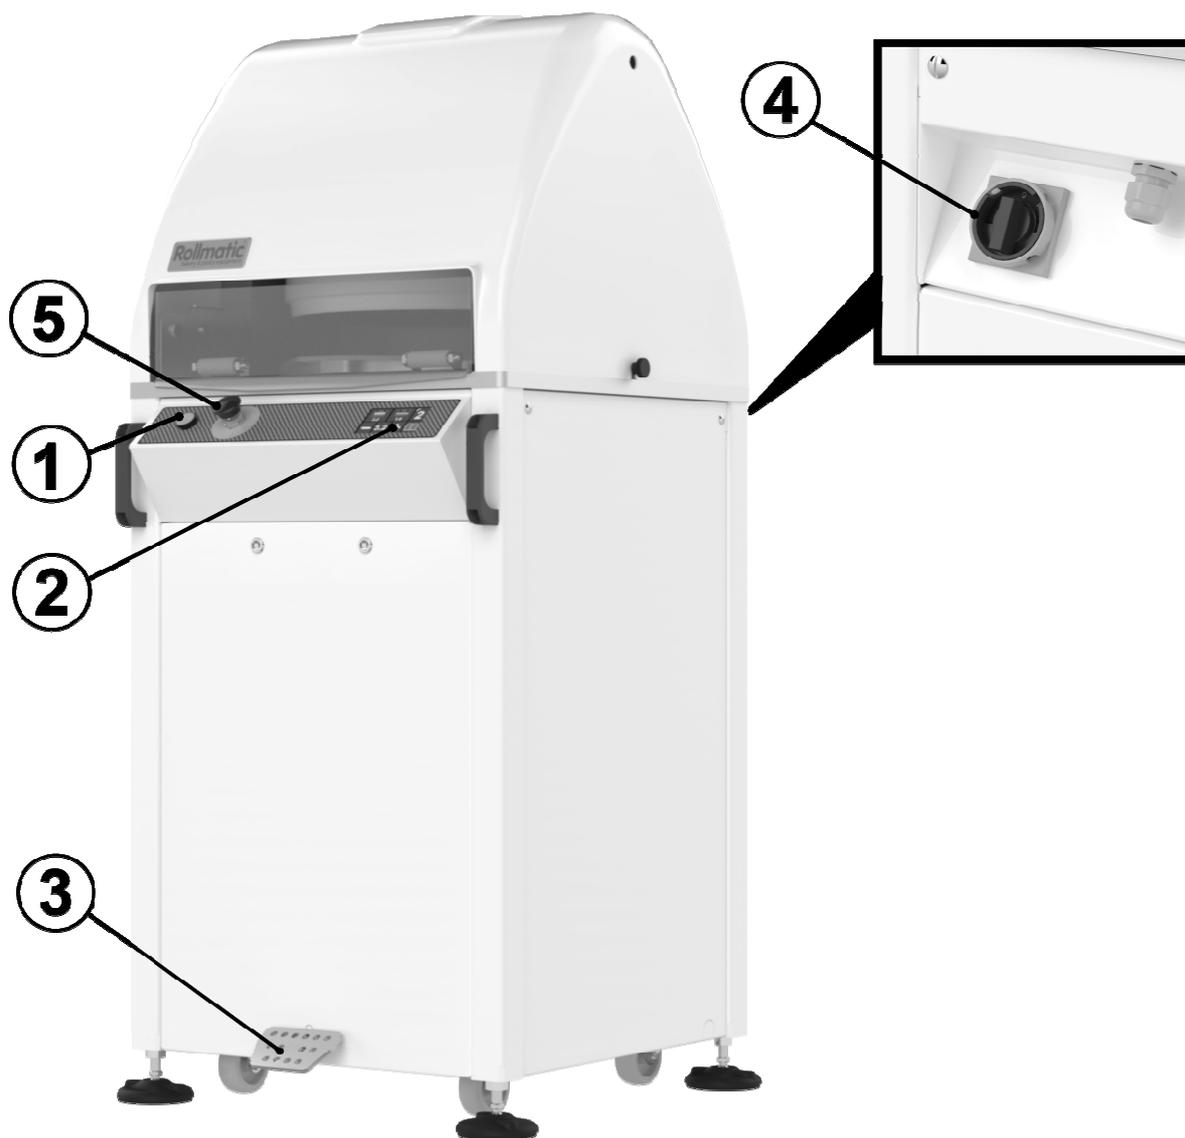

Рис. 3
- Если все защитные устройства работают корректно, на сенсорном экране из. 2 (Рис. 3) отобразится ГЛАВНАЯ СТРАНИЦА.